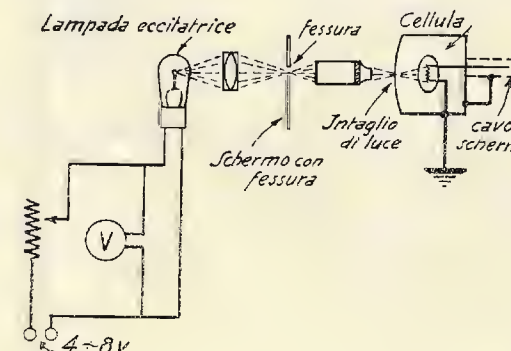

Fig. 3
La parte ottica della testa sonora (1). — L'intaglio di luce che è proiettato sulla registrazione attraversa restando modulato e colpisce la cellula fotoelettrica, è prodotto da un complesso ottico lampada eccitatrice-cannocchiale, schematicamente visibile in fig. 3.